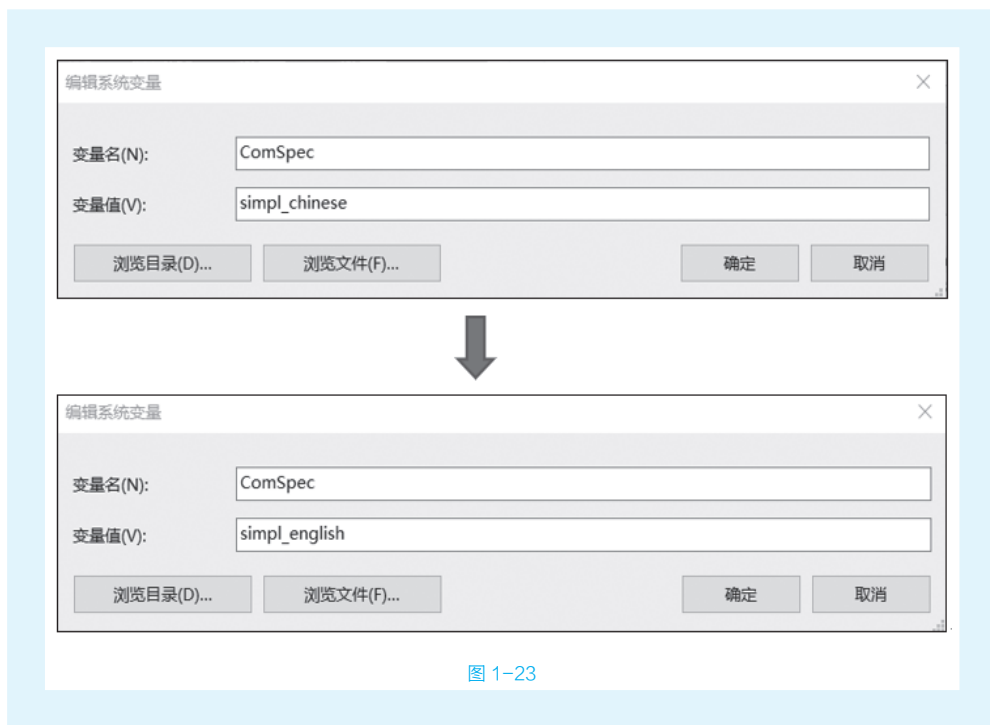

图 1-23
(4) 将“编辑系统变量”对话框中的变量值 `simpl_chinese` 改为 `simpl_english`，并单击“确定”按钮完成由中文改为英文的环境变量设置，如图 1-23 所示。